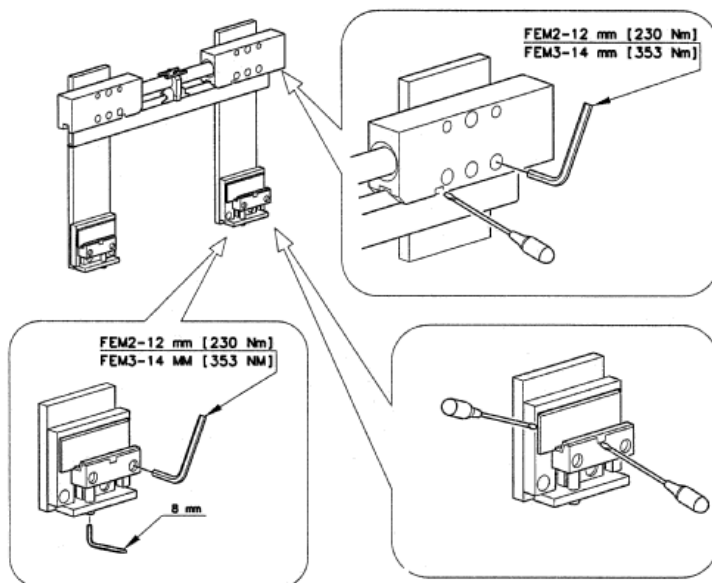

Abb.03
2.3 Die Zange wird auf eine Palette aufgestützt angeliefert (das bedeutet in der Ankopplungsposition/Anhängenposition). Man muss sich mit dem Stapler der Zange nähern; mit dem Gabelträger in niedrigster Position und darauf achten das die Zange gemittelt ist. Den Gabelträger langsam anheben und den Ankerzahn (siehe **Abb.03**) in die mittlere Arretierungsnut des Gabelträgers einfügen.
Wenn die Palette fehlt, ist es notwendig die Zange mit Behutsamkeit, mittels eines Krans oder Kettenzuges mit geeigneter Tragkraft (Überprüfen Sie das Eigengewicht der Vorrichtung auf dem Typenschild) anzuheben und diese so zu positionieren, dass sich die Haltenase der Zylinderhalterung (siehe **Abb.03**) in die mittlere Arretierungsnut des Gabelträgers einfügt.
c) Kontrolle der Stützhacken/Knaggen der Vorrichtung: Die Befestigungsschrauben müssen mit dem richtigen Anziehmoment angezogen werden (siehe **Abb.03-Abb.01**).